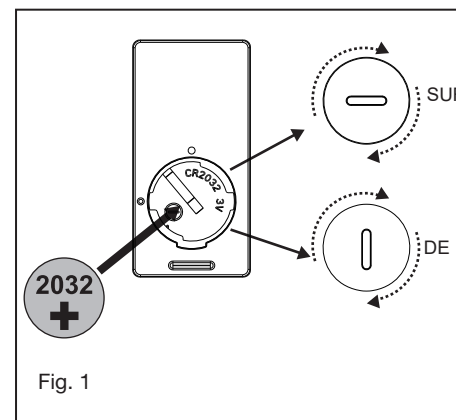

Fig. 1
- 1 Retirez l'une des trois vis du moyeu de montage situé sur le moteur du ventilateur. Desserrez les 2 autres vis. (Ne pas retirer) (Fig. 1)
- 1 Sélectionnez un emplacement souhaité. Utilisez la plaque murale pour marquer l'emplacement des trous de montage. Des ancrages muraux en plastique ou des vis de montage sont nécessaires pour cette application. (Fig. 1)
Retirez le panneau de l'émetteur, puis installez une pile 2032 (incluse). Vous devez utiliser une pièce de monnaie pour ouvrir ou fermer le couvercle de la batterie. Pour éviter d'endommager l'émetteur, retirez la batterie si elle n'est pas utilisée pendant de longues périodes (Fig. 1)